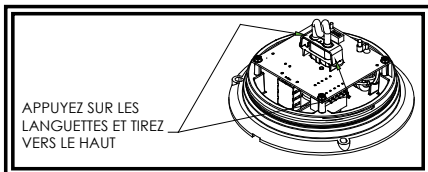

Figure 5
- Si le câblage ou la batterie ne sont pas en faute, il est possible que le tube à éclairs soit défectueux. Pour remplacer le tube à éclairs, retirez-le en appuyant sur les languettes des côtés du support du tube et en tirant vers le haut. Voir figure 5. Branchez le nouveau tube à éclairs. Ne touchez pas le verre du nouveau tube à éclairs avec les doigts. Utilisez des gants ou un chiffon doux. Remarque : Le connecteur fonctionne avec une clé pour garantir sa correcte orientation. Ne forcez pas.
- Réassemblez le stroboscope. Si le problème persiste, renvoyez le produit à votre revendeur local pour le remplacer grâce à la garantie ou appelez le service client d'ECCO pour obtenir de l'assistance au (800) 635-5900.